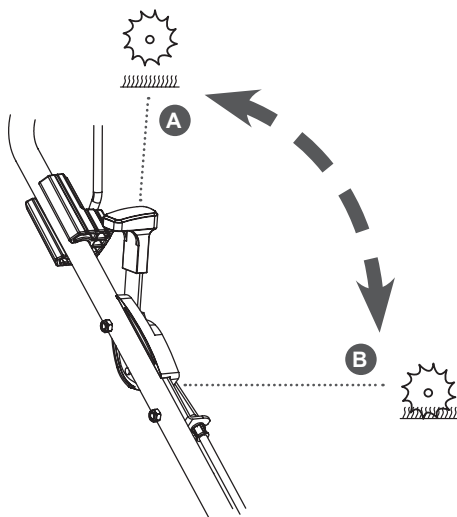

Рис. 19. Положения рычага переключения
3. Переведите рычаг переключения положений рабочего валика в нижнее (рабочее) положение (Рис. 19) и, толкая скарификатор перед собой, начните обработку газона.
4. Перед разворотом скарификатора в обратном направлении или поворотом всегда переводите рычаг переключения положений рабочего валика в верхнее (транспортное) положение А (Рис. 19). Далее разверните или поверните устройство в требуемом направлении, переведите рычаг переключения положений рабочего валика в нижнее (рабочее) положение В (Рис. 19) и продолжите работу.